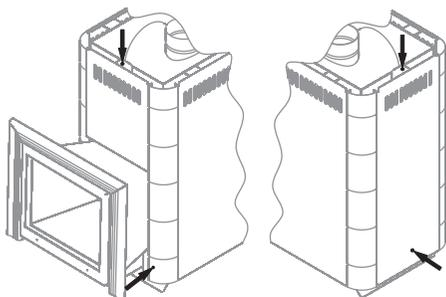

Рисунок 8. Винты для демонтажа конвектора печи «Ангара»
2. Снять конвектор, открутив 5 саморезов (рисунок 8)